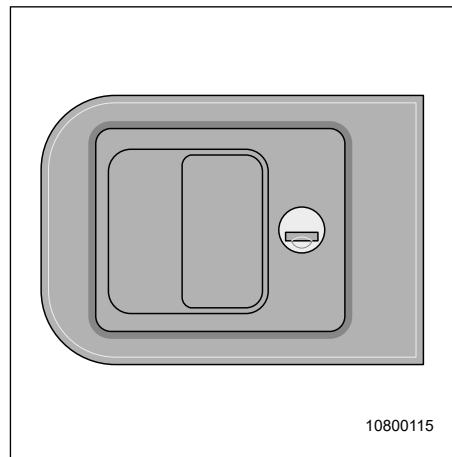

Fig. 33 Serrure de porte Variante 1
1. Mettre la clé dans la serrure (Fig. 33) et la tourner un quart de tour dans le sens anti-horaire. La serrure est ouverte.